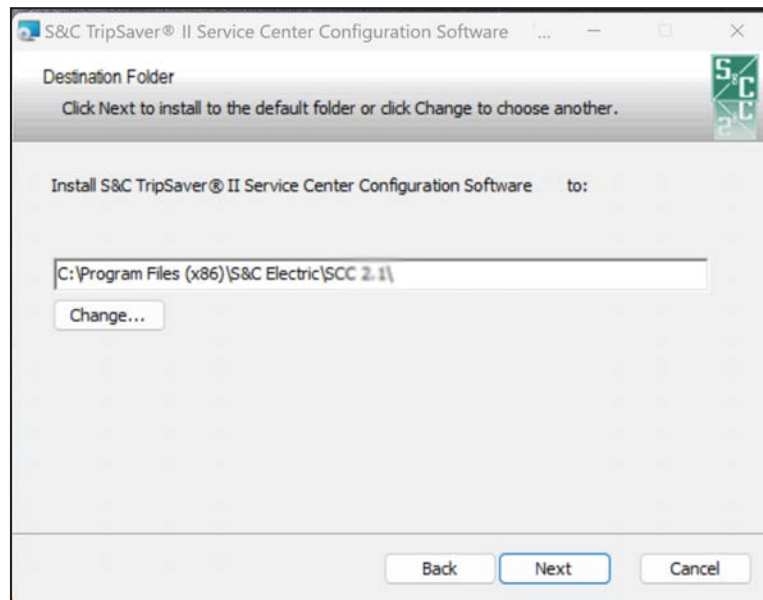

Figura 5. Caixa de diálogo para a seleção da pasta de destino de instalação do software.
PASSO 4. A próxima caixa de diálogo aberta, mostrada na Figura 5, possibilita a seleção da pasta em que o software será instalado. Clique no botão **Change** (Alterar) para selecionar uma pasta de destino específica, ou use a pasta default mostrada. Clique no botão **Next** para continuar, ou clique no botão **Cancel** para sair do processo de instalação. Clique no botão **Back** (Retornar) para voltar ao passo anterior.